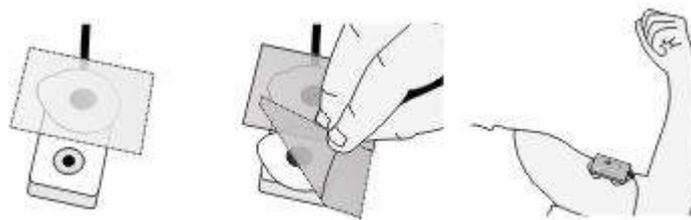

Figura 15
- Se estiver sendo utilizado o SDS500 com conexão por anéis, devem-se fixar os eletrodos no SDS e depois fixá-lo na pele. Veja a Figura 15;